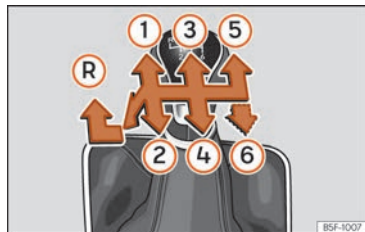

Fig. 55 Esquema de un cambio manual de 5 marchas o bien de 6 marchas.
En la palanca de cambios se indican las posiciones de las marchas »» fig. 55.
- Con la palanca de cambios en punto muerto, presiónela hacia abajo, muévela a la izquierda hasta el final y después hacia delante para seleccionar la marcha atrás »» fig. 55 (R).